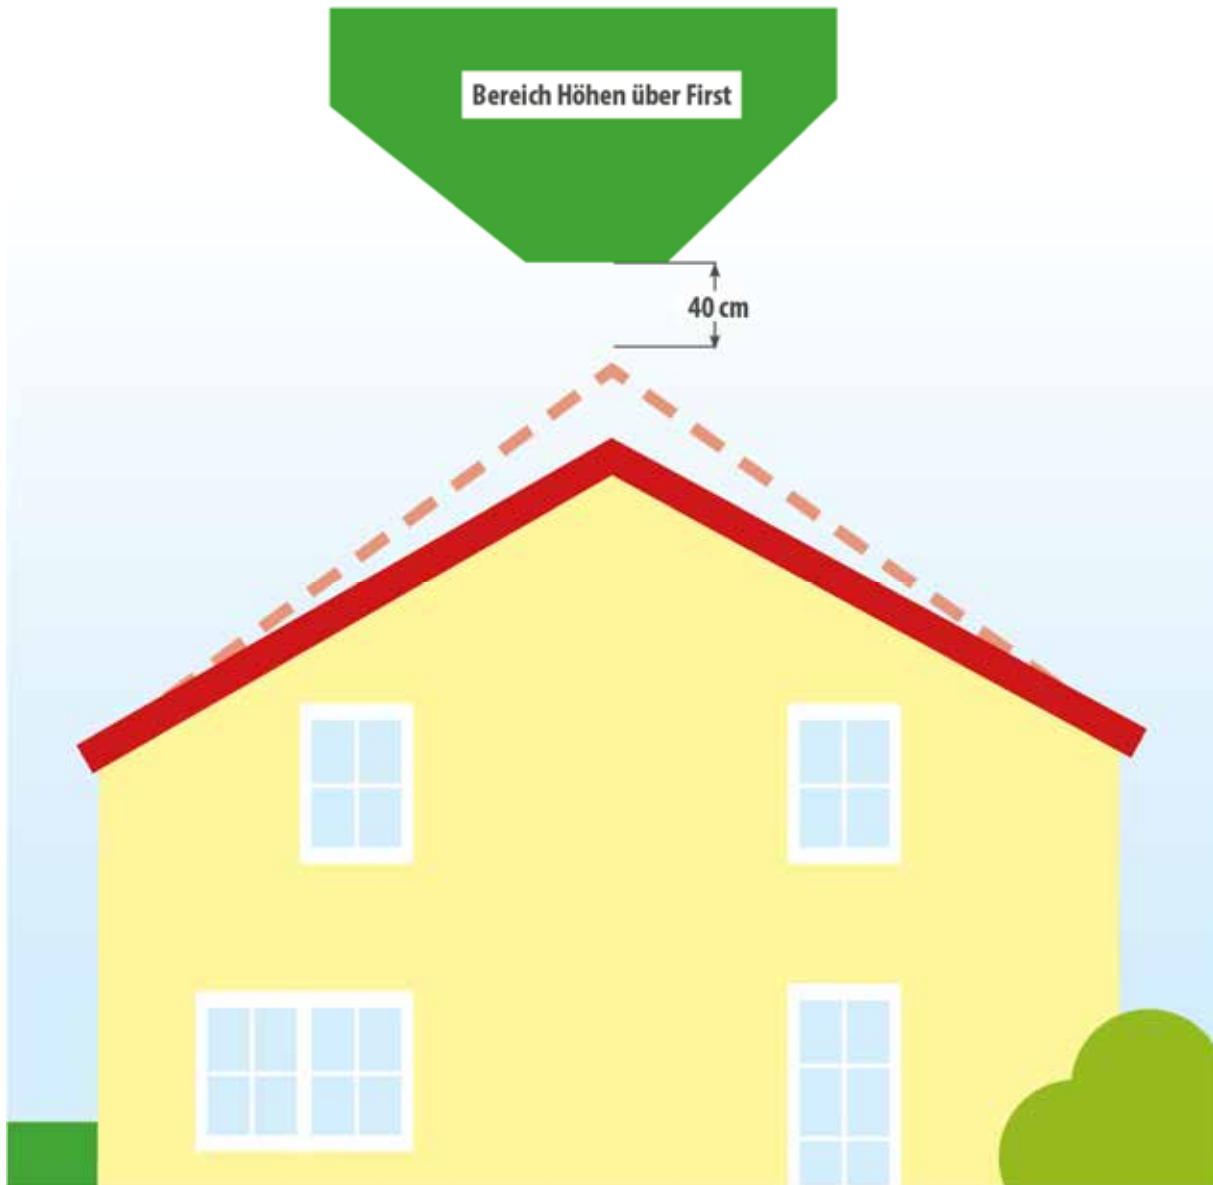

Abbildung 4
- Bei Dachneigungen weniger als 20° ist die Höhe der Austrittsöffnung auf einen fiktiven Dachfirst von 20° zu beziehen. Die Höhe des fiktiven Firstes orientiert sich an der Ausrichtung des vorhandenen Firstes (siehe Seite 8, Abbildung 4)
Bei einer Dachneigung von weniger als 20° ist wie auch in Abbildung 4 eine fiktive Firsthöhe bei 20° Dachneigung zu ermitteln.